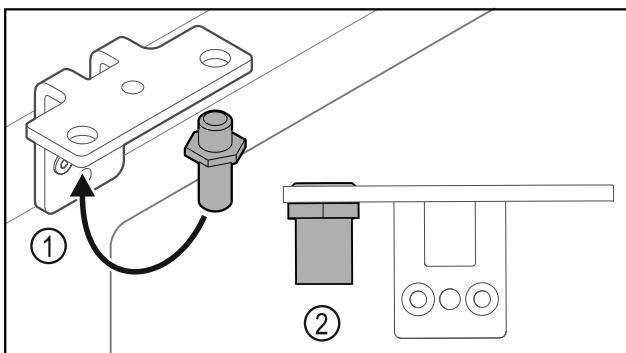

Fig. 30
- Pārlieciet tapu Fig. 30 (1) lokāmajā kronšteinā.
- Pievelciet tapu Fig. 30 (2) ar **griezes momentu 12 Nm**.